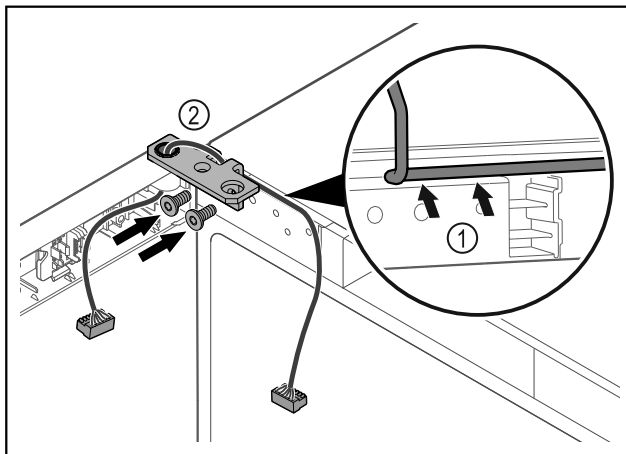

Fig. 41
- ▶ Kabel speljite skozi izrez tečaja kotnika in ga previdno zložite Fig. 41 (1).
- ▶ Privijte kotnik tečajev vrat Fig. 41 (2).